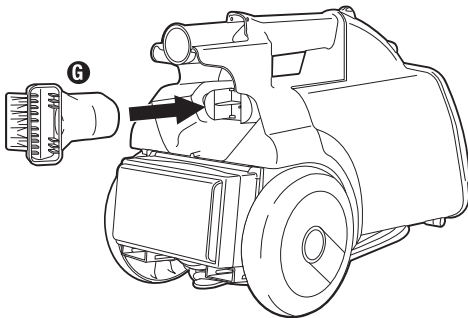

FIG. 4
Step 4: Place combination tool **G** in storage position on the back side of the canister (Fig. 4).
- Étape 4 :** Placez l'outil combiné **G** dans la position de rangement à l'arrière du traîneau (Fig. 4).
- Paso 4:** Coloque el accesorio combinado **G** en la posición de almacenamiento de la parte posterior del recipiente (Fig. 4).